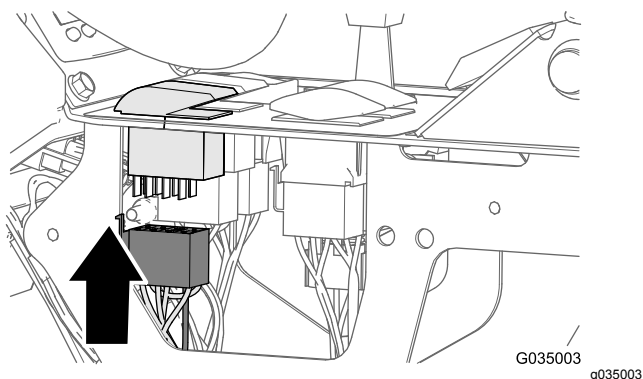

Figura 117
4. Collegate il connettore a 8 prese del cablaggio con il connettore a 8 pin dell'interruttore della pompa dell'irroratrice (**Figura 117**).
5. Fissate la diramazione da 81 cm del cablaggio preassemblato posteriore al cablaggio preassemblato anteriore della macchina, come illustrato nella Figura 117.